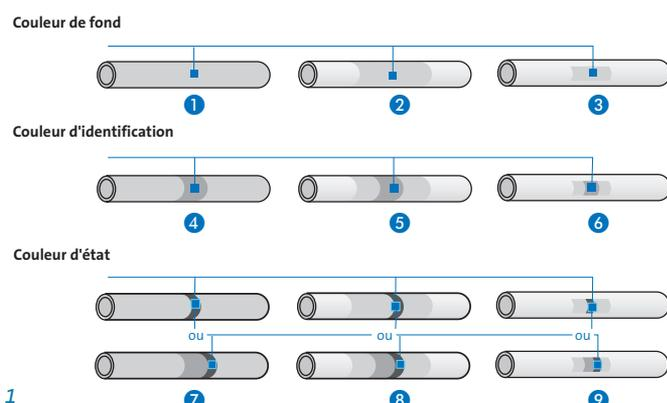

Figure 1
Le repérage des fluides dans les tuyauteries est effectué au moyen de trois séries de couleurs (fig. 1) :
Cette couleur est apposée, parfois en plusieurs endroits, sur toute la largeur de la couleur de fond, sous la forme d'un anneau ou d'une bande (④ à ⑥ *figure 1*). Pour distinguer un mélange de fluides, plusieurs couleurs d'identification peuvent être utilisées.
Cette couleur est apposée, parfois en plusieurs endroits, sous la forme d'un anneau ou d'une bande (⑦ à ⑨ *figure 1*). Dans le cas où il y a à la fois une couleur d'identification et une couleur d'état, les deux anneaux ou bandes sont accolés.